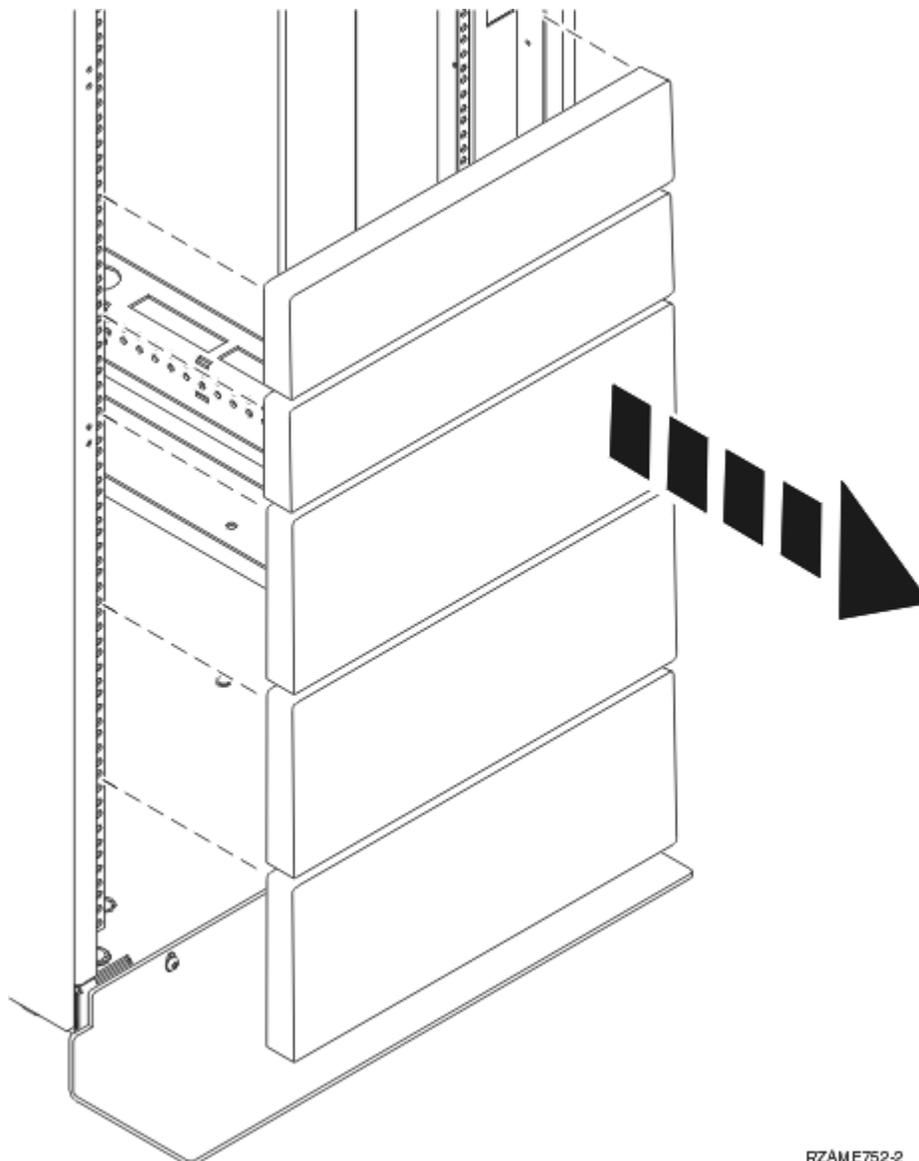

Abbildung 1. Abdeckblenden ausbauen
3. Falls erforderlich, bauen Sie die Abdeckblenden aus, um auf die Positionen im Inneren des Rackschanks zugreifen zu können, an denen die Einheiten installiert werden sollen, wie in Abbildung 1 auf Seite 6 dargestellt.